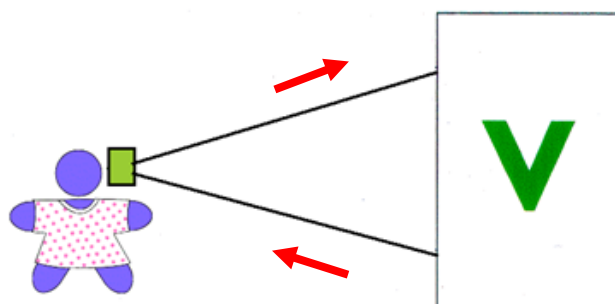

Fig. 5. Posición del filtro HME.
- Verificar la posición del filtro HME, detrás de conexión swivel antes de la pieza en Y, entre el TET y la rama en Y del circuito 12. (Fig.5).